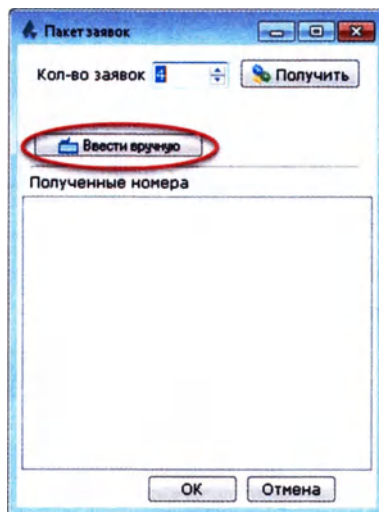

Рисунок 2.90
5. Если необходимо ввести номера вручную, нажмите кнопку **«Ввести вручную»** (Рисунок 2.90):